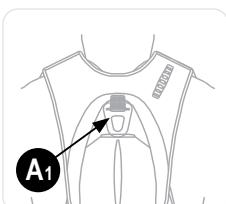

Figure 10
- Connectez le mousqueton de la longe avec absorbeur d'énergie au point d'attache antichute marqué A1 (voir Figure 10). A1 est le seul point d'attache qui fonctionne avec la fonction de sauvetage du Latchways PRD descender device.